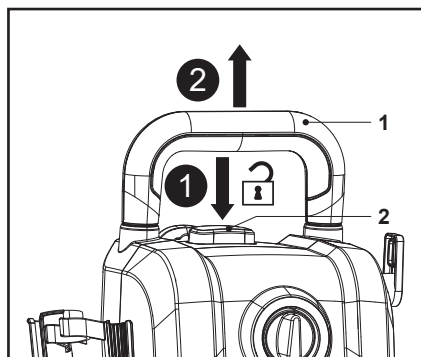

Fig. 15
1. Appuyer sur le bouton de verrouillage de la poignée (2) et le maintenir enfoncé, puis tirer la poignée de transport (1) jusqu'en butée (Fig. 15).